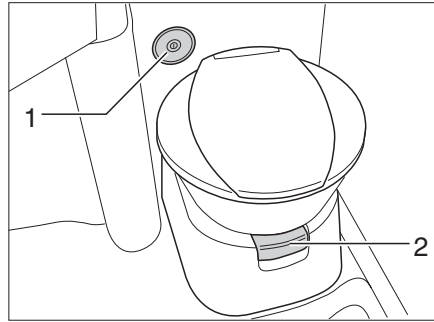
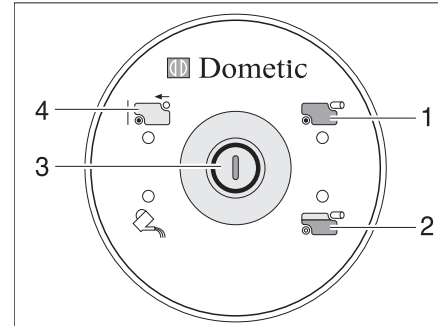

Bild 266 Toilettenschüssel mit Kontroll- und Bedieneinheit
Bild 267 Kontroll- und Bedieneinheit Toilette
Vor der Benutzung der Toilette etwas Wasser in die Toilettenschüssel laufen lassen. Dazu den Spülknopf (Bild 267,3) an der Kontroll- und Bedieneinheit (Bild 266,2) drücken.
- Vor dem Spülen den Schieber der Toilette öffnen. Dazu den Schieberhebel (Bild 266,1) herausziehen.
- Zum Spülen den Spülknopf (Bild 267,3) drücken.
Die Kontroll-Leuchte (Bild 267,2) leuchtet, wenn der Fäkalientank zu 3/4 gefüllt ist. Die Kontroll-Leuchte (Bild 267,1) leuchtet, wenn der Fäkalientank entleert werden muss.
- Den Schieber öffnen. Dazu den Schieberhebel (Bild 266,1) herausziehen.
- Den Schieberhebel (Bild 266,1) hineindrücken. Der Schieber wird geschlossen. Zum Entleeren **muss** an der Toilette der Schieber geschlossen sein.
- Fäkalientank entnehmen und entleeren, wie in den Abschnitten 11.8.4 und 11.8.5 beschrieben. An der Kontroll- und Bedieneinheit leuchtet die Anzeige "Fäkalientank entnommen" (Bild 267,4).